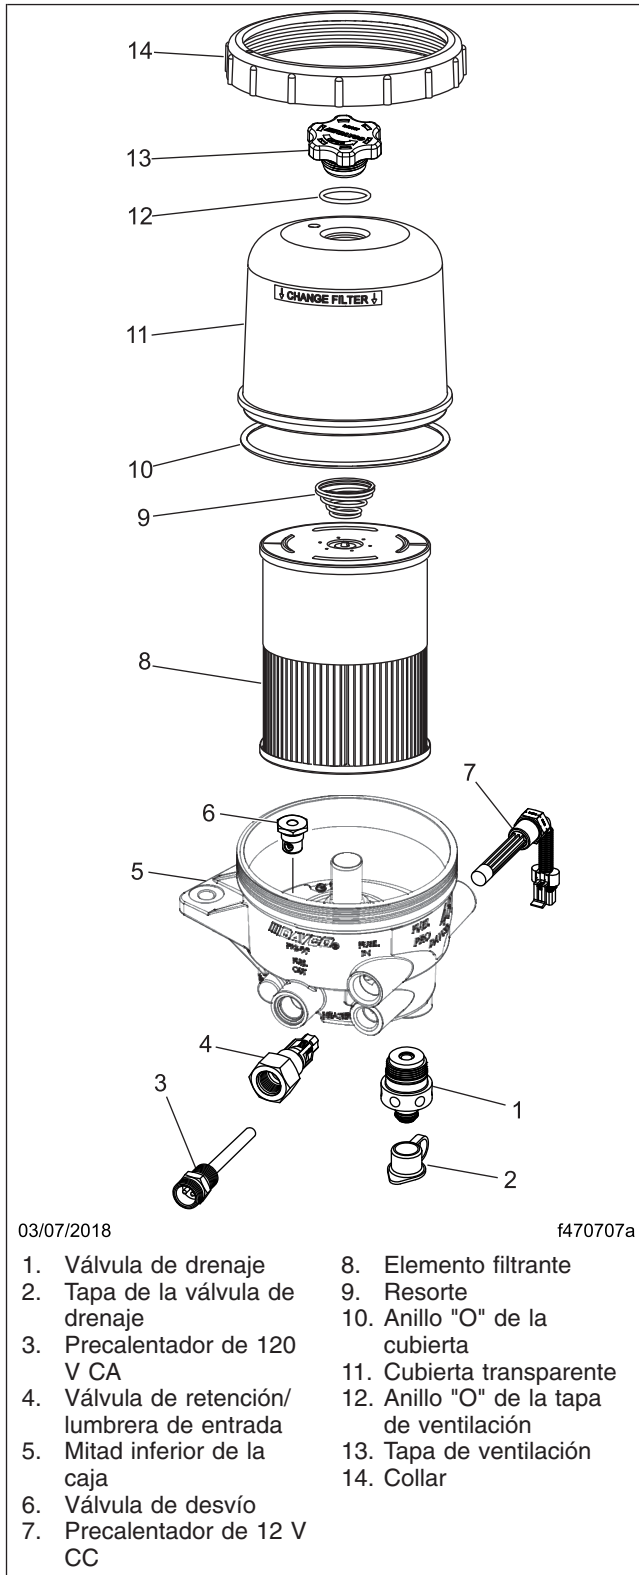

Figura 5, DAVCO Fuel Pro 487
4. Retire la tapa de ventilación, mostrada en la **Figura 5** para drenar el combustible completamente, luego cierre la válvula de drenaje.
6. Retire el filtro, el anillo "O" de la cubierta y el anillo "O" de la tapa de ventilación. Deséchelos de manera aceptable en materia de medio ambiente. Vea la **Figura 5**.